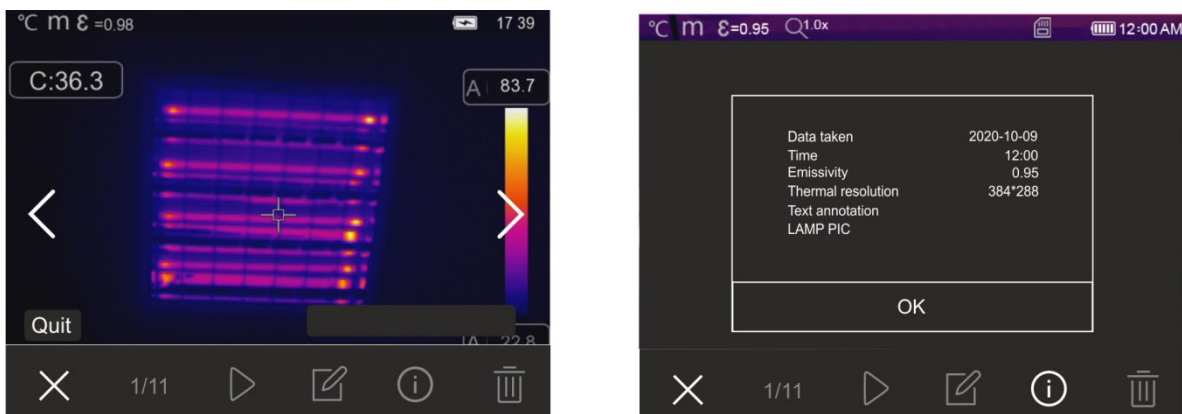

Abb. 47: Displayaufruf der gespeicherten Bilder
1. Drücken Sie die Taste , um die Galerie der Bilder und Videos aufzurufen, die im internen Speicher des Geräts oder auf der eingelegten Mikro-SD-Karte gespeichert sind. Die folgende Bildschirmseite in der Abb. 47 – linke Seite erscheint im Display.
3. Berühren Sie das Symbol “i”, um den Abschnitt mit den Informationen über das gespeicherte Bild zu öffnen. Die Bildschirmseite in Abb. 47 – rechte Seite erscheint im Display.